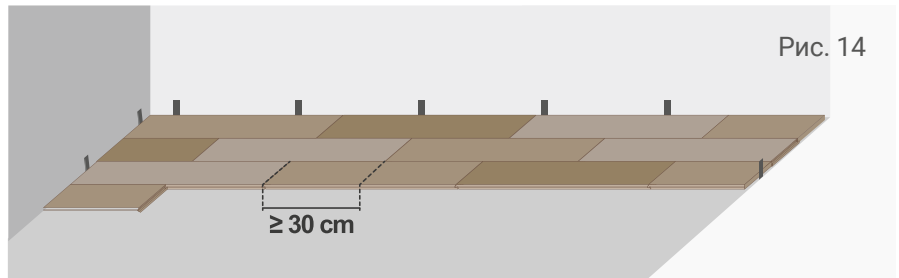

Рис. 14
8.3.4 Рекомендуется последующие ряды укладывать таким образом, чтобы шаг стыков между торцами планок смежных рядов был не менее 30 см (см. рис. 14).